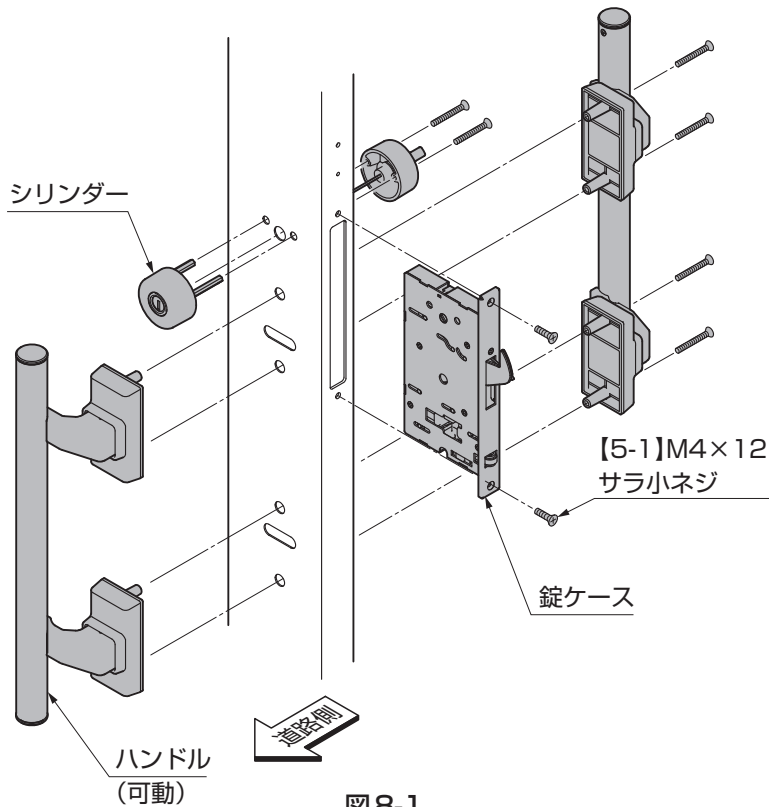

図8-1
- ①錠ケースを挿入し、ハンドルとシリンダーを固定してください。
- ②錠ケースを[5-1]で固定してください。(図8-1参照)